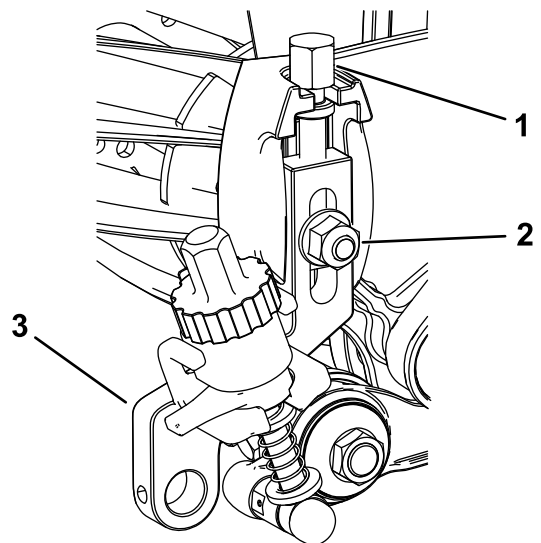

Figura 21
1. Enrosque los tornillos de ajuste de la altura de corte que retiró anteriormente en la parte superior de los conjuntos de altura de corte (Figura 21).
2. Instale los conjuntos de altura de corte en las placas laterales de la unidad de corte con el perno avellanado, la tuerca y la arandela especial retirados anteriormente (Figura 21).